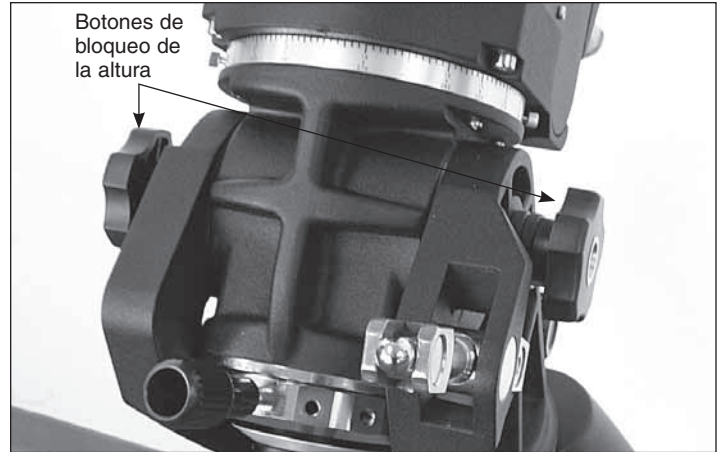

Figura 12. Botones dobles de bloqueo de la altura.
1. Afloje los dos botones de bloqueo de la altura situados en los laterales de la montura (**figura 12**).
1. Afloje los dos botones de bloqueo de la altura (**figura 12**).